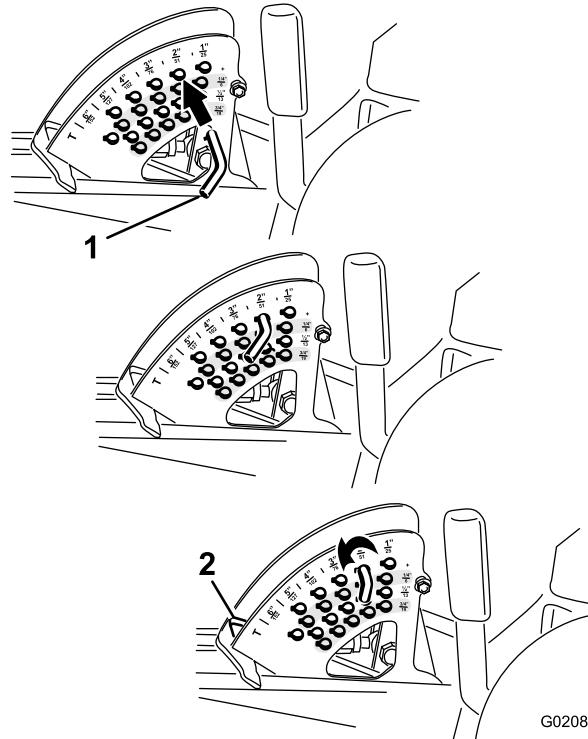

Figura 43
2. Para ajustar la altura de corte, gire el pasador de tope hasta que el pasador cilíndrico que contiene se alinee con las ranuras de los taladros del soporte de altura de corte, y retire el pasador (Figura 43).
3. Seleccione un taladro del soporte de altura de corte que corresponda a la altura de corte deseada, inserte el pasador y gírelo para bloquearlo en esa posición (Figura 43).
Nota: Hay cuatro filas de taladros (Figura 43). La fila superior corresponde a la altura de corte impresa encima del pasador. La segunda fila corresponde a la altura impresa más 6 mm ($\frac{1}{4}$ "). La tercera fila corresponde a la altura impresa más 12 mm ($\frac{1}{2}$ "). La fila inferior corresponde a la altura impresa más 18 mm ($\frac{3}{4}$ "). Para la posición de 15.8 cm (6") hay un solo taladro, situado en la segunda fila. Esta posición no añade 6 mm ($\frac{1}{4}$ ") a la altura de 15.8 cm (6").